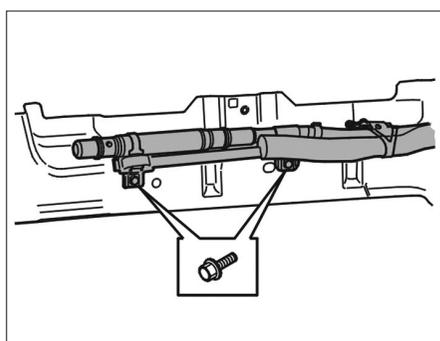

FIG. 13
- les 2 vis arrière au niveau du générateur de gaz (Fig.13)